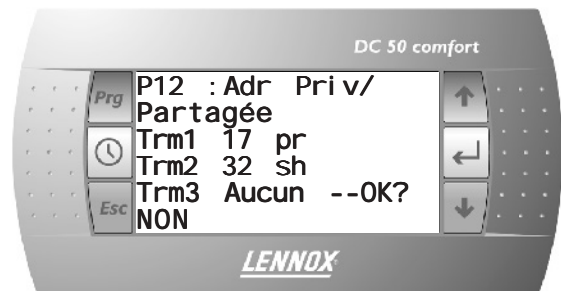

Fig. 32
- L'écran illustré à la **fig 32** s'affiche si la touche ← est de nouveau sélectionné.